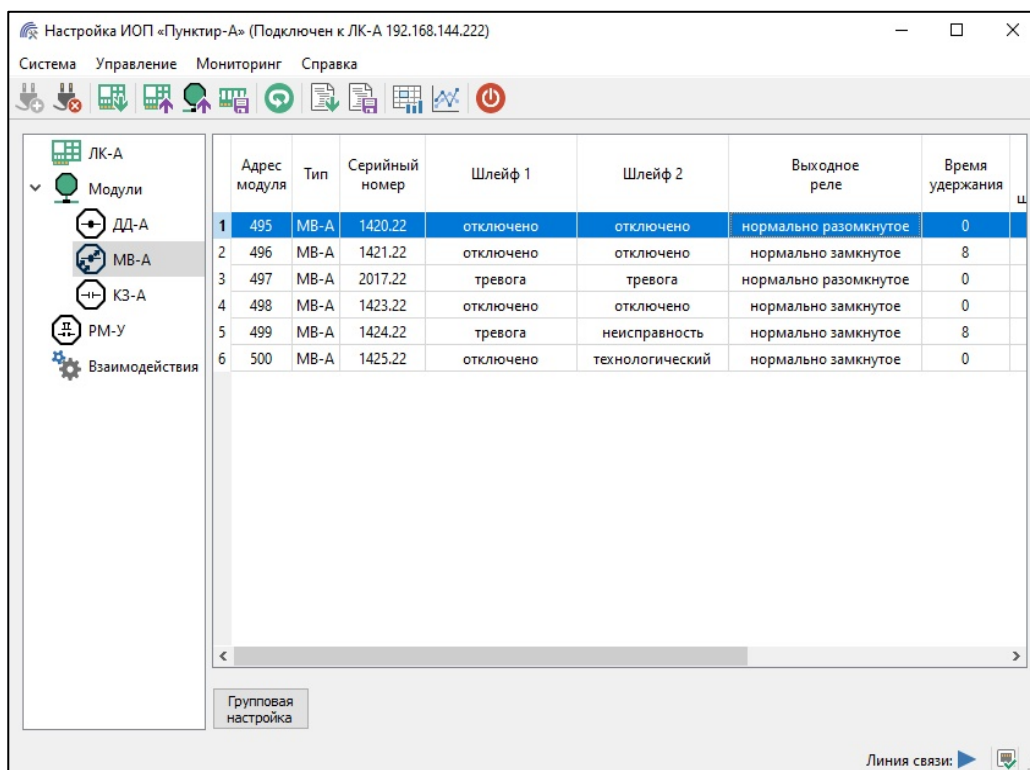

Рисунок 15. Окно ПН "Пунктир-А" раздел «Модули->МВ-А»
5.8.2 Установка параметров МВ-А осуществляется в окне ПН "Пунктир-А" в разделе «Модули» подразделе «МВ-А» (рисунок 15).